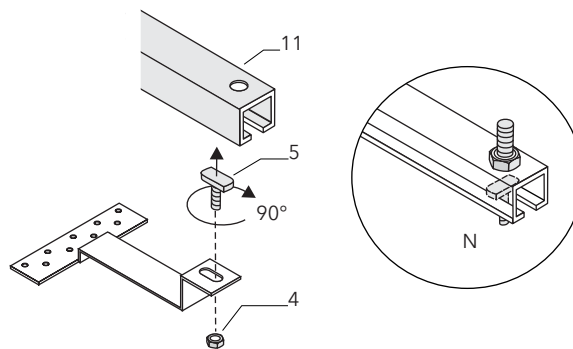

Bild 9 Befestigung der Montageschiene an den Dachankern
Montageschienen auf je 2 senkrecht übereinander stehenden Dachankern mit Hammerkopfschrauben (5) befestigen. Dazu den Hammerkopf wie in Bild 9 gezeigt in Schiene einführen und um 90° im Uhrzeigersinn drehen. Schiene (11) auf Anker aufsetzen, Hammerkopfschraube (5) durch Langlochbohrung führen und Mutter (4) aufdrehen.